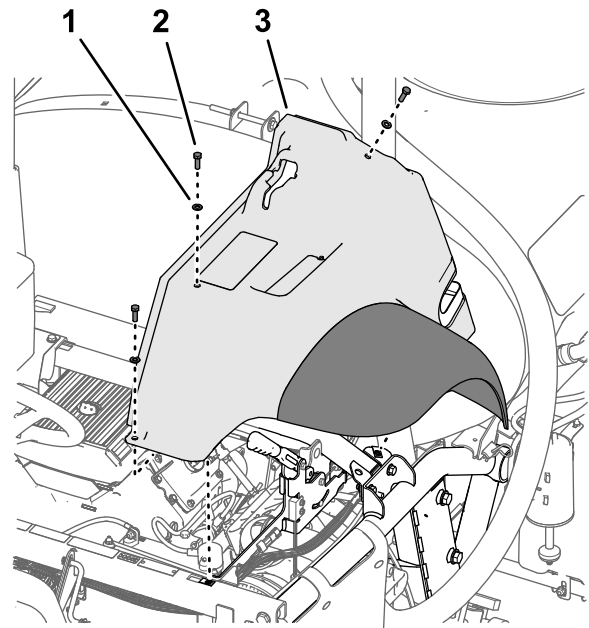

Bild 11
2. Entfernen Sie die drei Schrauben (5/16 x 1") und drei Scheiben (5/16"), mit denen der Kotflügel am Rahmen der Maschine befestigt ist (Bild 11).